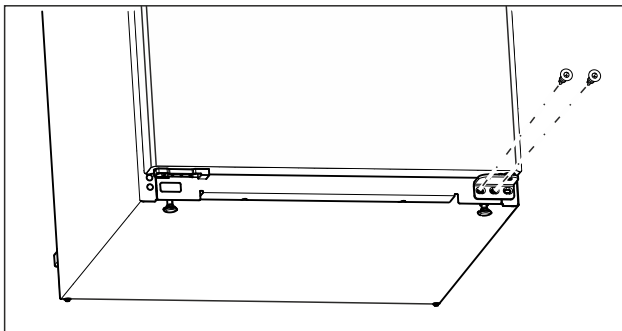

Fig. 15
- Skru ut den midtre skruen med skrutrekkeren Torx 20 på den nedre lagerbukken. (se Fig. 15)
- Skru ut den innvendige skruen med skrutrekkeren Torx 20 på den nedre lagerbukken. (se Fig. 15)